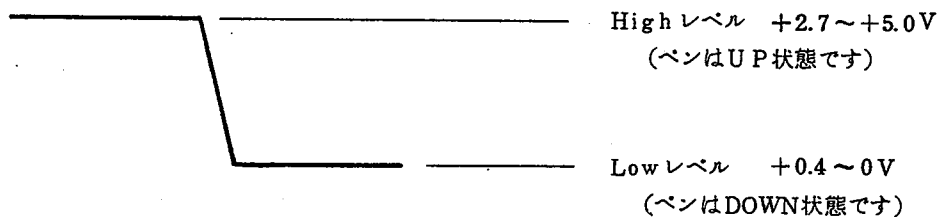

図7. リモートペンコントロール信号
⑥-1 ペン上下のリモートコントロール
リアコネクタ (外部入力コネクタ) の⑱⑲ピン間にリモートコントロール信号を接続することによりペンの上下を制御することができます。このコントロールを行う場合はパネル面のPENスイッチは「UP」にしておいてください。信号はコモン側を⑲ピンに、信号側を⑱ピンに接続してください。この信号は接点 (スイッチまたはリレー) または半導体スイッチ (トランジスタまたはTTL IC) でコントロールしますが波形は図7を参照してください。制御電流はLowレベルが0Vのとき約1mAです。